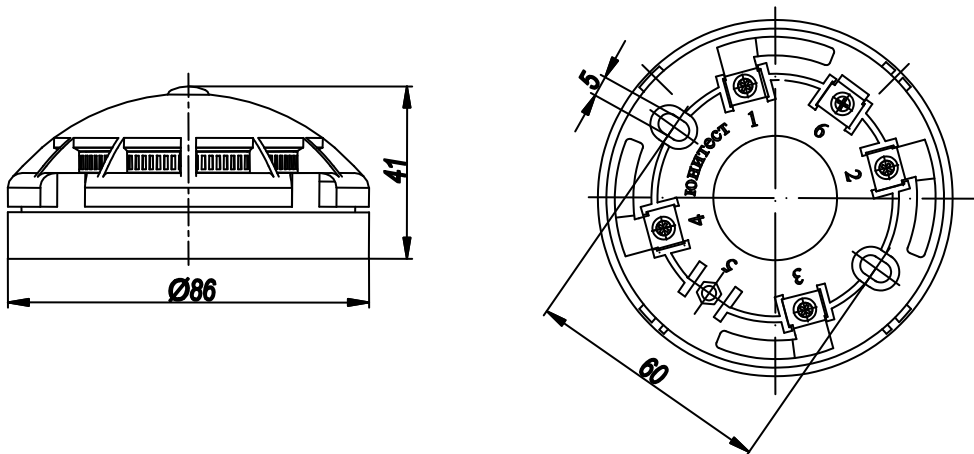
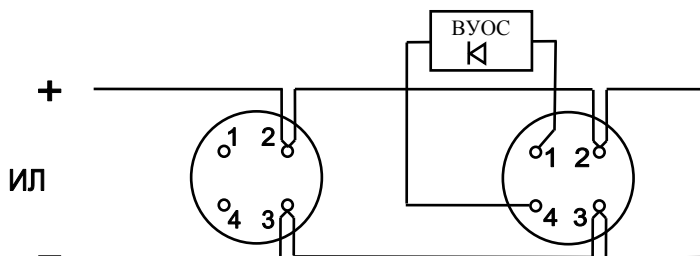

Рис.1. Габаритные и установочные размеры извещателя.
Рис.2. Схемы включения извещателя в информационную линию «Юнитроник».
5.3. Габаритные и установочные размеры извещателя показаны на рис.1, схемы подключения – на рис.2.